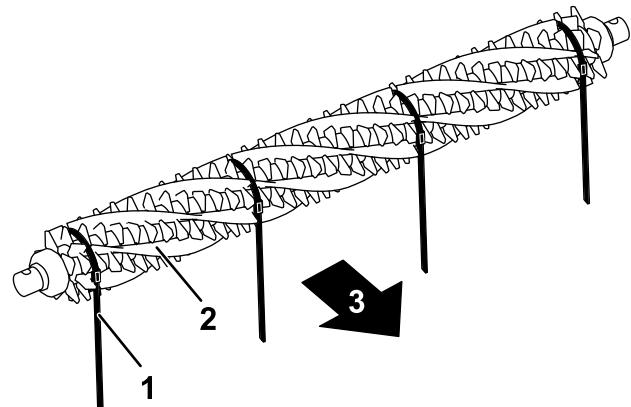

图20
3. 从疏草刀滚刀的一侧将刷子滑入整个疏草刀滚刀上的每条凹槽图20。
**重要事项** 箍带必须以主要旋转方向绕着疏草刀刀片和刷子组件缠绕。图20 中所示为用于正向旋转安装的箍带。